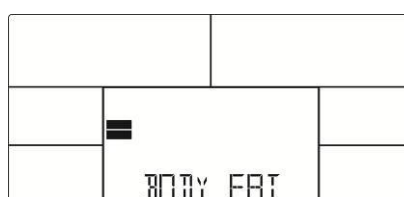

Fig.22
3. Brukeren må holde begge hender på håndpulskontaktene under avmålingen. LCD-skejrmen vil vise beskjeden “= ” “= = ” (Fig.22) i åtte sekunder før avmålingen er fullført.